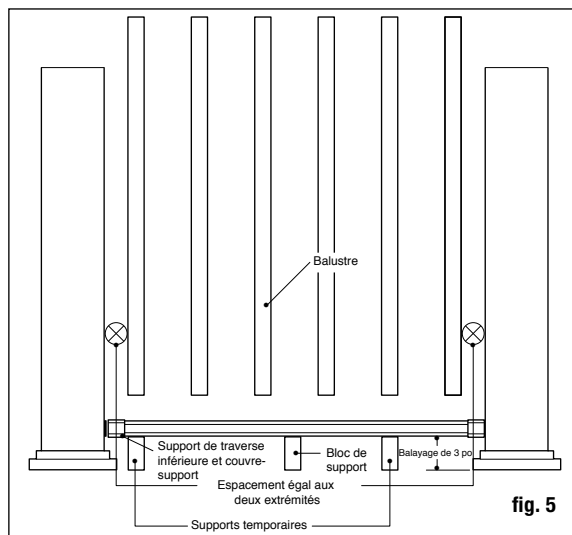

fig. 5
Étape 6 Mesurez la distance entre les manchons de poteaux installés pour déterminer la longueur des traverses du haut et du bas. Placez la traverse inférieure en position près des poteaux et ajustez afin que la distance entre le premier trou de balustre et le poteau soit plus élevée que 5 cm (2 po), puis égale aux deux extrémités (voir la fig. 5). Marquez la traverse. Coupez la traverse du bas. Coupez la traverse du haut à la même espacement et longueur.
Étape 10 Placez les couvre-supports et support de traverse aux extrémités de la traverse supérieure. Positionnez la traverse du haut en plaçant les balustres à l'intérieur des trous fraisés, tout en travaillant d'une extrémité à l'autre. Vérifiez que la traverse est à niveau. En utilisant le support comme guide, marquez la position des vis sur le manchon de poteau et sur les deux extrémités de la traverse. Percez des trous de guidage de 1/8 po dans le manchon de poteau et la traverse. Fixez le support au manchon de poteau grâce à des vis à tête carrées n° 8-15 x 2" - n° 2, puis fixez le support à la traverse en utilisant des vis à têtes carrées autotaraudeuses n° 10-16 x ¾" - n° 2 (fig. 5).